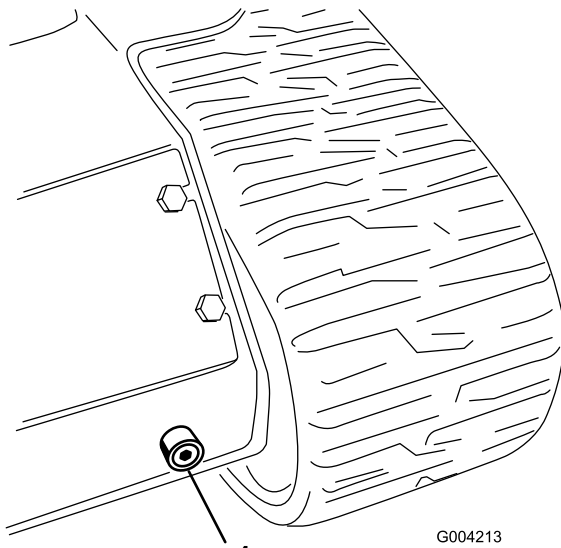

Figure 57
6. Placer un grand bac de vidange (d'au moins 56 litres de capacité) sous le bouchon de vidange à l'avant de la machine (Figure 57).
7. Retirez le bouchon de vidange pour permettre à l'huile de s'écouler dans le bac de vidange (Figure 57).